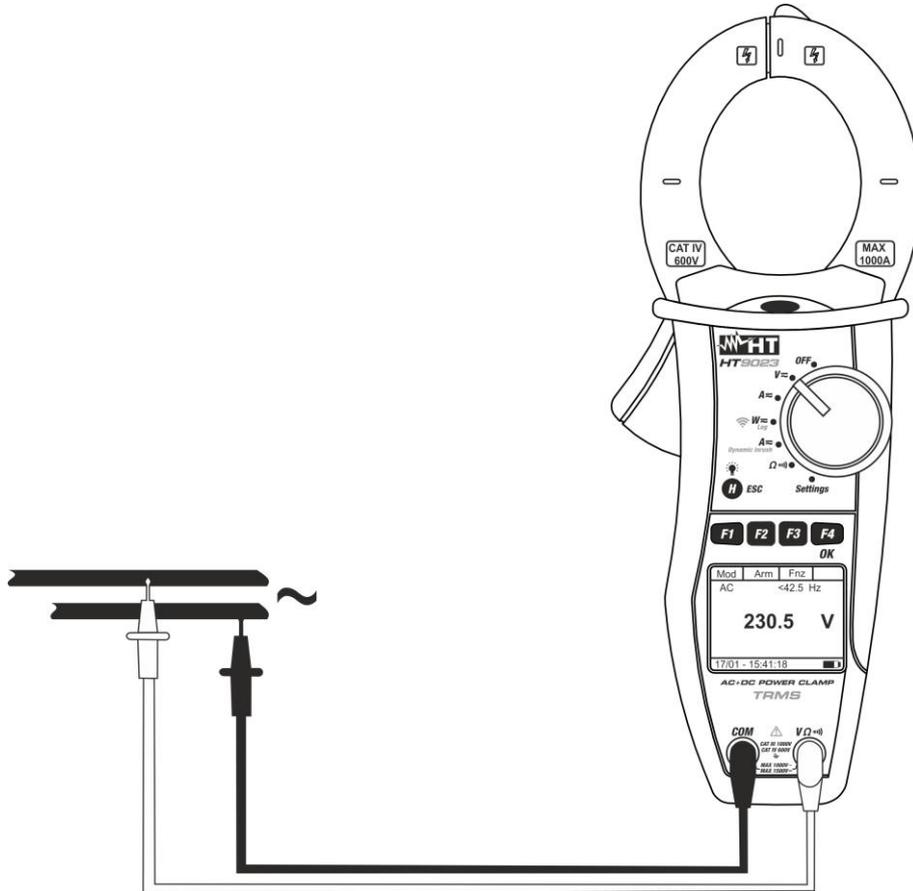

Fig. 6: Misura di Tensione AC e AC+DC
4. Inserire il cavo rosso nel terminale di ingresso **VΩ[~]**) e il cavo nero nel terminale di ingresso **COM** e posizionare i puntali nei punti desiderati del circuito in esame (vedere Fig. 6)